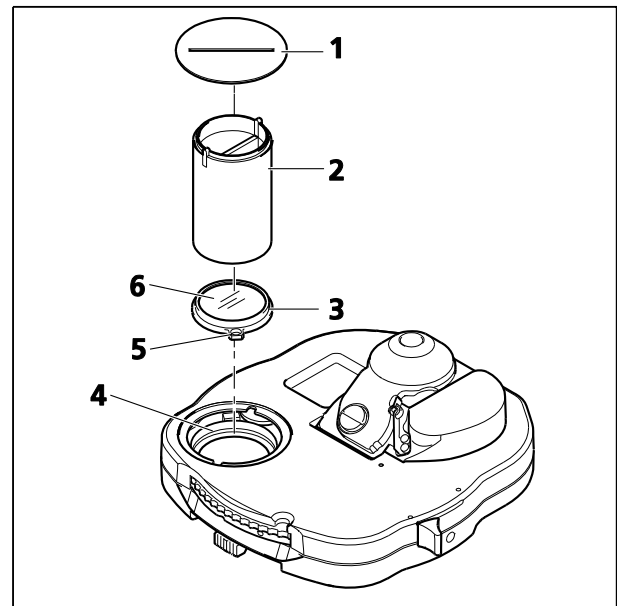

Fig. 27 Remplacement du prisme DIC
- Utiliser l'outil pour retirer le cache (Fig. 27/1) ou pour le dévisser (si le cache est en partie inférieure). Tourner le disque-tourelle jusqu'à ce que le prisme DIC à remplacer apparaisse dans l'obturateur (Fig. 27/4). Maintenir le disque par son anneau moleté.
- Dévisser la bague de retenue à l'aide de l'outil à double fonction (Fig. 27/2).
- Visser ensuite l'outil (Fig. 27/2), le côté fileté dans le support du prisme (Fig. 27/3) et extraire le prisme DIC (Fig. 27/6).
- Retirer le prisme DIC (Fig. 27/6) de l'outil et visser le nouveau DIC souhaité.
- Monter le prisme DIC en procédant dans l'ordre inverse et en prêtant une attention particulière à la bonne orientation du DIC : la languette Fig. 27/5 doit être placée dans l'encoche du support dans le condenseur. S'assurer que l'étiquetage sur l'anneau moleté du disque-tourelle est correct.